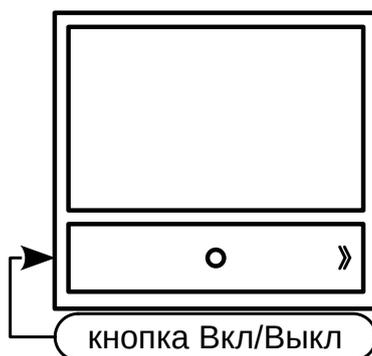

Рисунок 3
3. Включение системы: Кнопка включения расположена на левом торце снизу HD-экрана (см. Рис. 3). Для включения системы удерживайте эту кнопку нажатой в течение 2-3 секунд. Та же процедура используется для выключения. Убедитесь, что все манипуляции с системой производятся при выключенном состоянии.